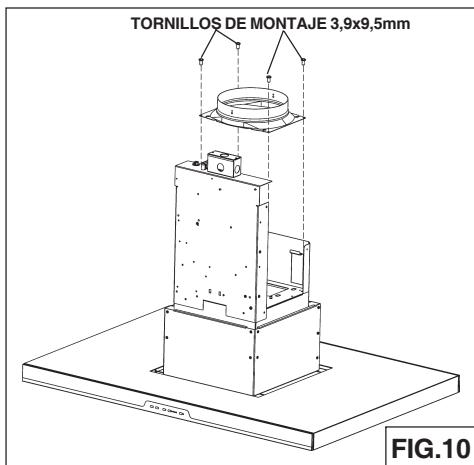

FIG.10
3. Sujete el casquillo a la campana con 4 tornillos de montaje (3,9x9,5mm) colocados en la bolsita para el montaje (Fig.10).